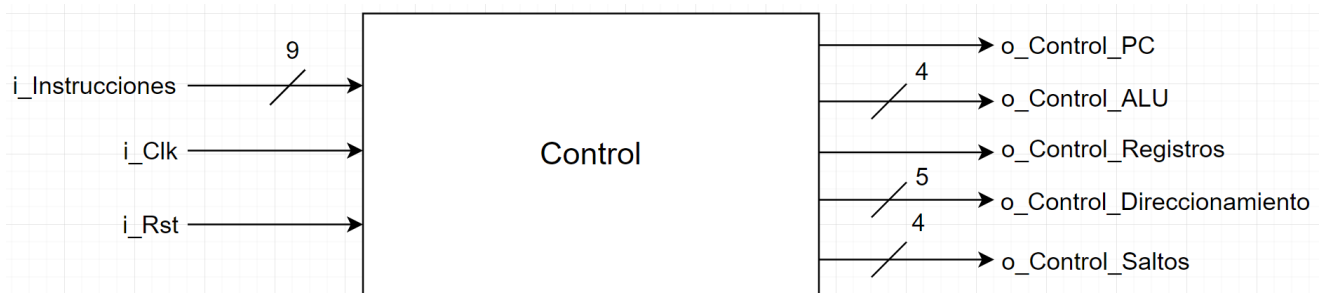

Figura 4 Bloque control
**Control.** En la *Figura 4* se muestra el bloque control del microprocesador creado. Así como en las *Tabla 4* y *5* la descripción de las entradas y salidas.